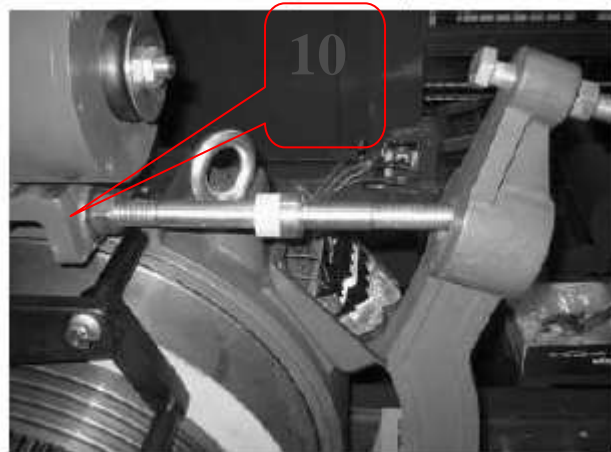
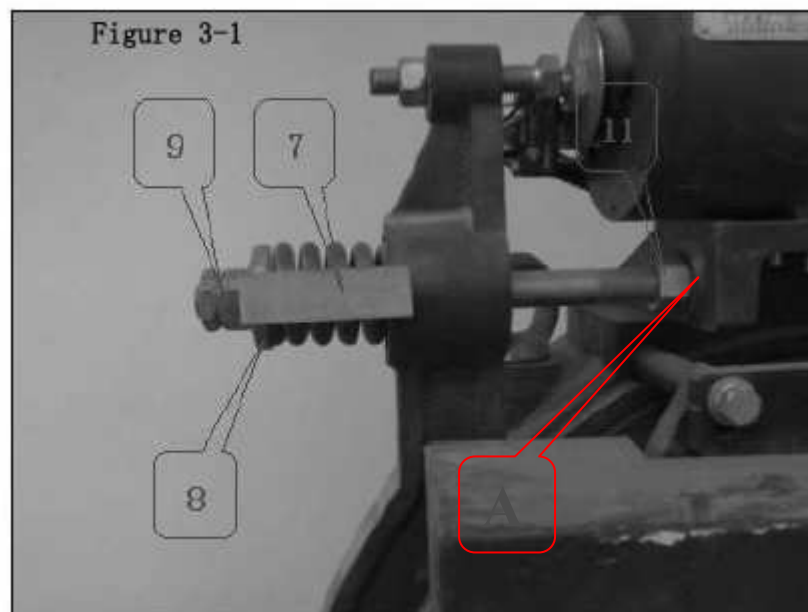

Рис. 3.
Рис. 4
Смотрите Рис. 3, проверьте и убедитесь в том, что шток пружины проходит через все винтовое отверстие, помеченное цифрой (10) (В некоторых случаях пружину и шток пружины необходимо разобрать и снять нейлоновую **шайбу А** на Рис. 4, чтобы шток пружины ввинчивался и проходил сквозь все винтовое отверстие)
- i. Если шток не заподлицо, ослабьте **Болт 11**, как показано на Рис. 4. Регулируйте **Болт 9** до тех пор, пока шток пружины не ввинтится и не пройдет сквозь все винтовое отверстие.
- iii. В конце индикатора измерительного прибора начертите линию на рычаге тормоза, как показано на Рис. 4. Затяните **Болт 9** до сжатия пружины на 12.5-14 мм. Это временно в условии покоя. Окончательная регулировка пружины должна проводиться с полной нагрузкой.